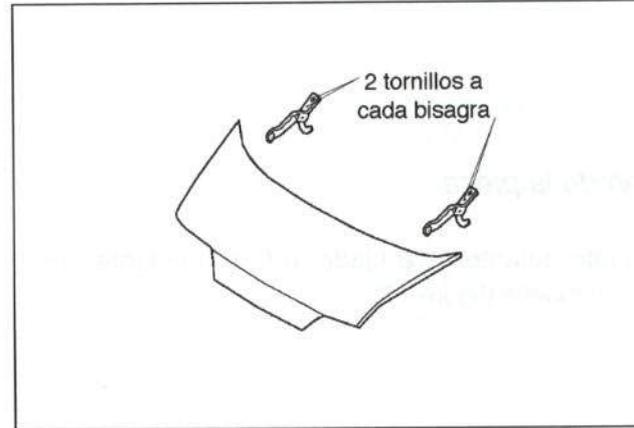

Figura 19.- Fijación del capó delantero
En la figura 19 se muestra su fijación.
- Faros (figura 19).